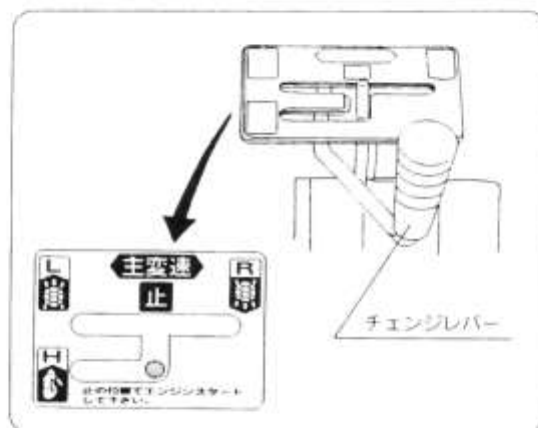

図16
- ❶ 低速の「前進後進」（低速）のチェンジの切換は主クラッチを切らなくても切換操作ができます。（図16）